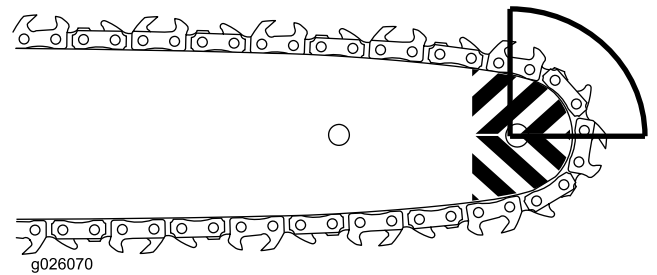

Figura 8
- Un movimiento rápido de la motosierra hacia adelante que se produce cuando la cadena, en la punta o en la parte superior de la espada (Figura 8), toca un objeto.
- Un movimiento rápido de la motosierra hacia atrás que se produce cuando el objeto que se está cortando aprisiona la cadena en la punta o en la parte superior de la espada (Figura 8).